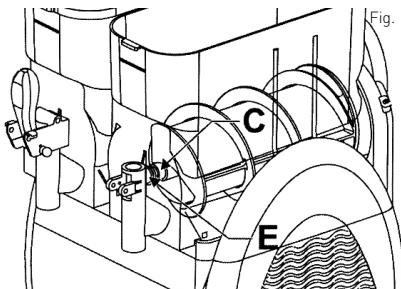

Fig. 21
- După aceasta, puneți vasul la loc, ridicăți ușor capul melcului ca să se alinieze cu poziția (E) a vasului (vezi Fig. 21).